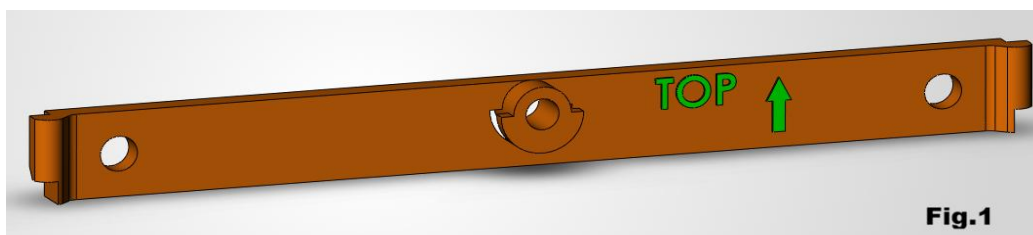

Fig. 1 — Staffa superiore: notare la marcatura "TOP" che indica il lato da posizionare verso l'alto
3. Orientarla correttamente: il lato marcato "TOP" deve essere rivolto verso l'alto (Fig. 1).